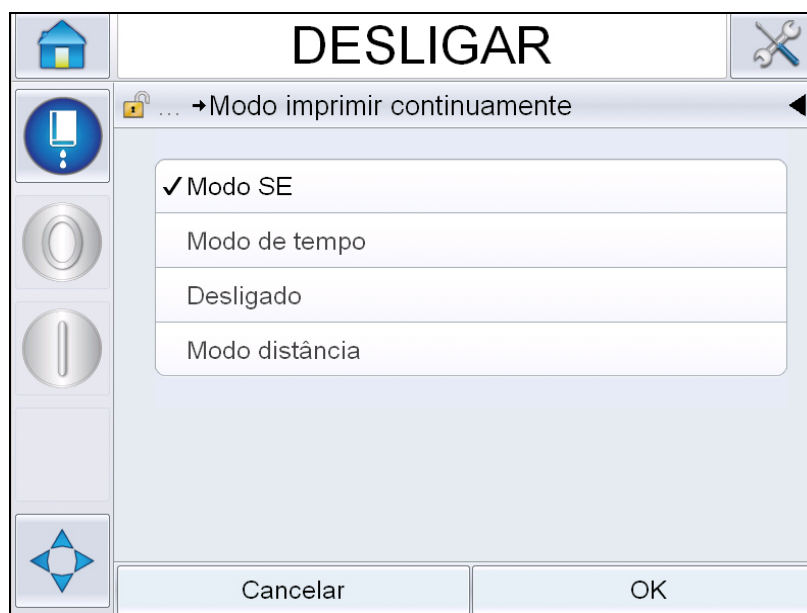

Figura 4-23: Caixa de diálogo *Modo imprimir continuamente*
- 1 Selecione *Modo imprimir continuamente* no Menu *Acionamento de impressão*. A caixa de diálogo *Modo imprimir continuamente* é exibida (veja a Figura 4-23).